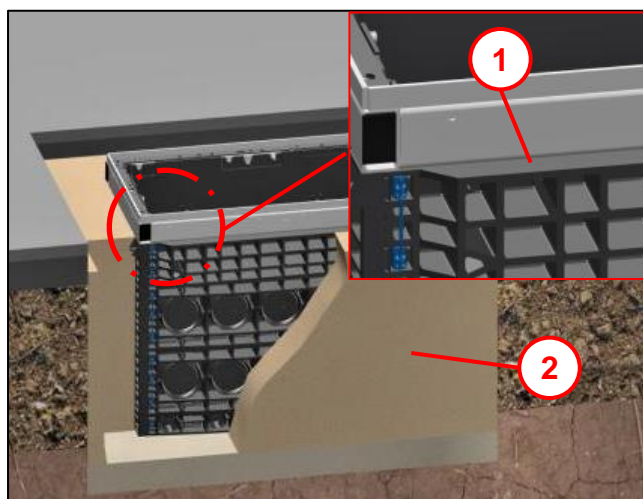

Fig. 31
- Remblayer progressivement l'excavation avec du matériau compactable (3) conformément au ZTV E-StB 12 (ou ZTV E-StB 09) jusqu'à la **surface d'appui du cadre de tête (2)** (voir également Fig. 31).
- Les broches filetées à six pans creux de 5 du réglage en hauteur (1) sont logées dans les quatre coins.